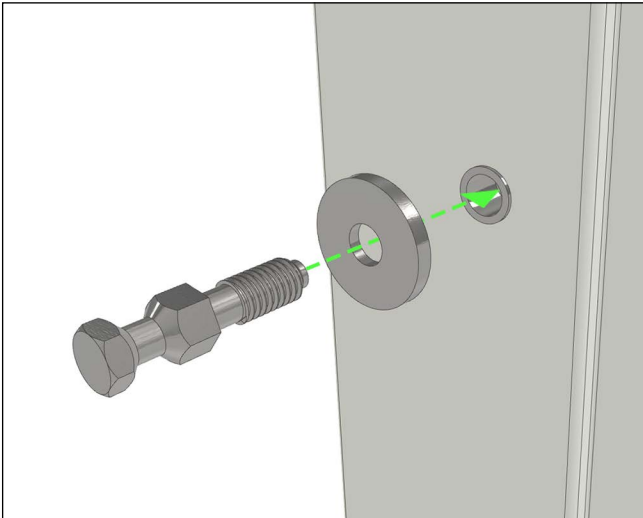

Figure 4
4. Place a 2mm spacer over the rivut with the indented side facing towards the stile. Screw in the snapped off hex screw through the spacer and into the rivut. Hex head screws can be tightened with a pliers until snug before installing handle. See Figure 4. Repeat steps 2-4 for other hole. **Coloque un espaciador de 2mm, con su lado indentado mirando hacia el perfil, sobre el remache. Coloque el tornillo a través del espaciador y dentro del remache. El tornillo puede ser ajustado, antes de instalar las manillas, con alicates hasta que este apretado. Vea la figura 4. Repita pasos 2-4 para el otro hueco.**